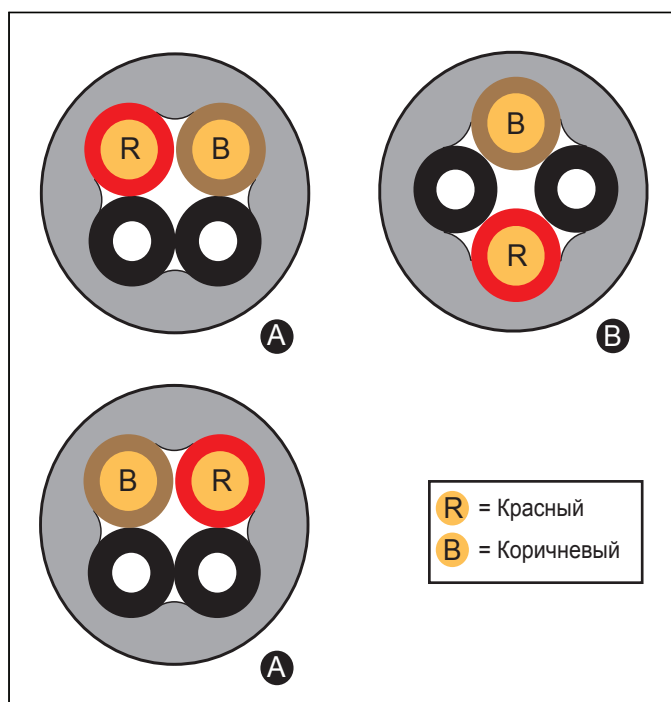

рисунок 45.5: Типы кабелей
- Кабели типа А, в которых пластиковые оптические волокна расположены рядом с друг другом (см. рисунок 45.5, на котором показаны оба конца кабеля).
- Кабели типа В, в которых пластмассовые оптические волокна расположены друг против друга (см. рисунок 45.5, оба конца кабеля идентичны).